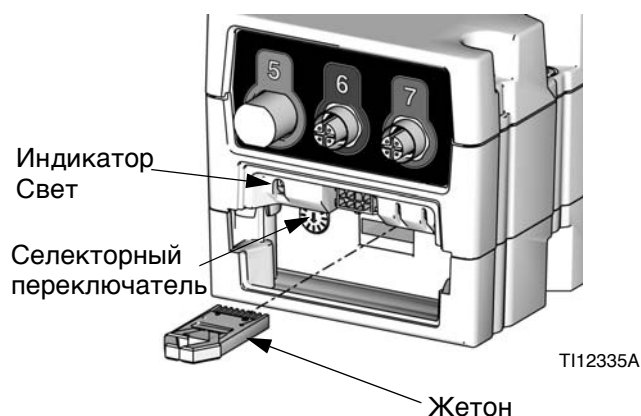

Рис. 58: FCM – обновление программного обеспечения
7. Установите для селекторного переключателя значение «А» для плунжера А или «В» для плунжера В. См. Рис. 58.